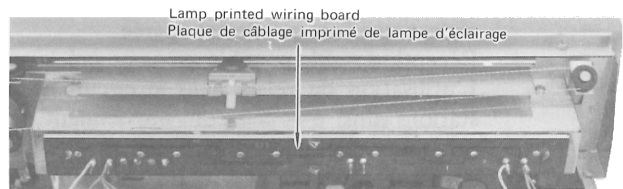

Fig. 3
- (1) Remove the Lamp printed wiring board. (Fig. 3)
- (1) Désolidariser la plaque de câblage imprimé de lampe d'éclairage. (Fig. 3)